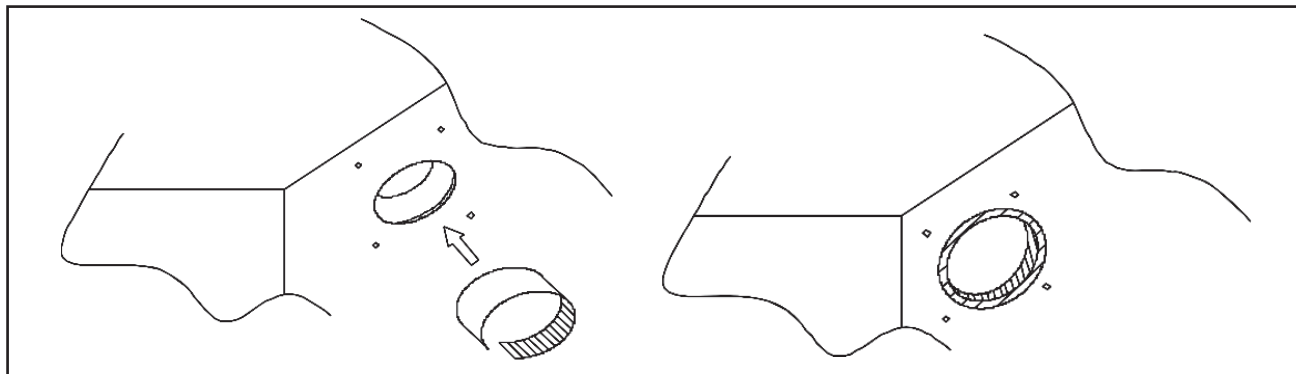

FIG. 28
- As extremidades da placa lateral e o isolamento interno devem estar completamente aderidos, sem deixar nenhuma folga ao longo da circunferência do furo (fig. 28).
- Certifique-se que a superfície interna do isolamento está firmemente em contato com a borda interna e o isolamento da placa lateral (fig. 28).